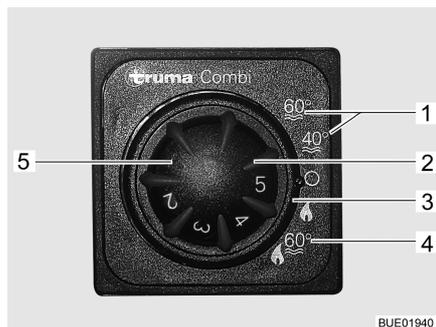

Fig. 59 Centralina di controllo per riscaldamento/boiler
Il boiler si accende dalla centralina di controllo (Fig. 59) con l'interruttore girevole (Fig. 59,3).
Durante il funzionamento invernale "Riscaldamento e preparazione acqua calda" (Fig. 59,4) accendendo il riscaldamento viene riscaldata automaticamente anche l'acqua nel boiler. Quando il riscaldamento si spegne al raggiungimento della temperatura ambiente desiderata, il boiler continua a riscaldare l'acqua, fino a quando questa raggiunge la temperatura impostata.
Durante il funzionamento estivo (Fig. 59,1) l'acqua nel boiler viene riscaldata soltanto fino a 40 °C o 60 °C. L'acqua si riscalda a 60 °C in ca. 25 minuti. La spia di controllo gialla (Fig. 59,5) si accende durante la fase di riscaldamento del boiler.
- Sulla centralina di controllo (Fig. 59) posizionare l'interruttore girevole (Fig. 59,3) su "Funzionamento estivo" (Fig. 59,1).
La spia di controllo gialla (Fig. 59,5) si accende durante la fase di riscaldamento. Al raggiungimento della temperatura dell'acqua desiderata, la fase di riscaldamento termina e la spia di controllo gialla si spegne.
- Sulla centralina di controllo (Fig. 59) posizionare l'interruttore girevole (Fig. 59,3) su "O".